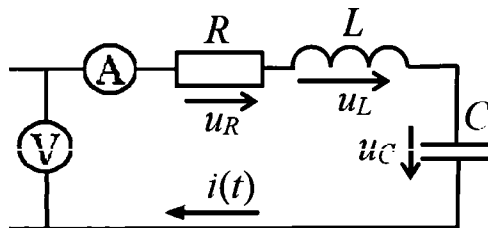

Рис. 1.22. Схема колебательного контура
- собрать R-L-C цепь по схеме на рис. 1.22;